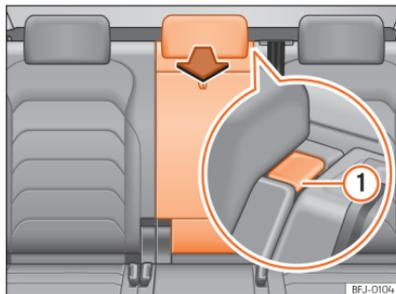

Abb. 208 Rücksitzlehne: Öffnung der Durchladeeinrichtung.
- Entriegelungstaste >>> **(Abb. 208)** ① drücken und Deckel der Durchladevorrichtung nach vorn klappen >>> **⚠️**.